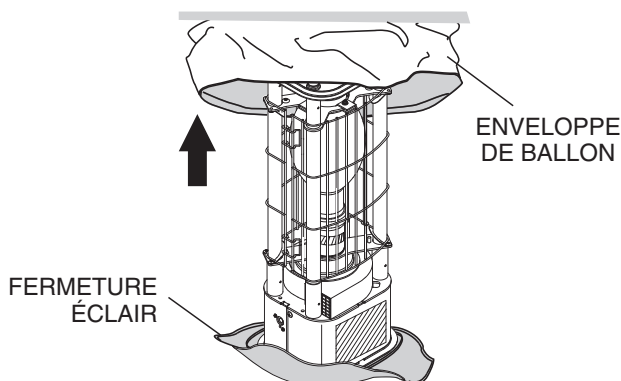

Figure 26. Exposer le ballon
1. Dézipper la fermeture éclair au bas du ballon et dérouler le ballon pour exposer la lampe. Voir Figure 26.